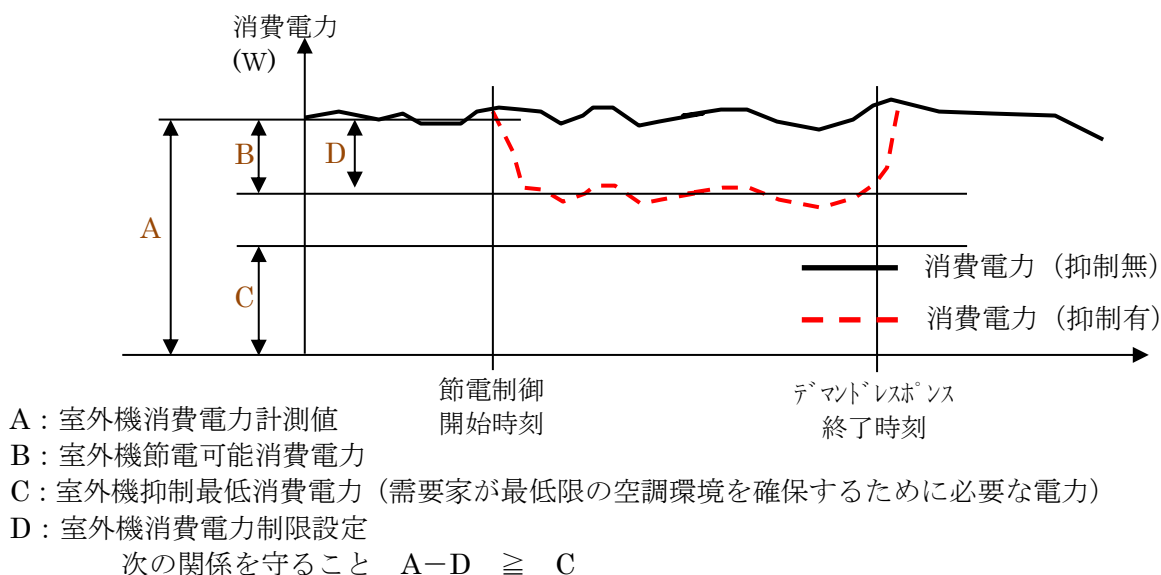

図 3.3 業務用パッケージエアコン電力抑制制御 (例)
(6) 室外機消費電力計測値（図 3.3 の A）
(7) 室外機節電可能消費電力（図 3.3 の B）
(8) 室外機消費電力制限設定 (図 3.3 の B に対する指定 D)
(9) 室外機抑制最低消費電力 (図 3.3 の C)